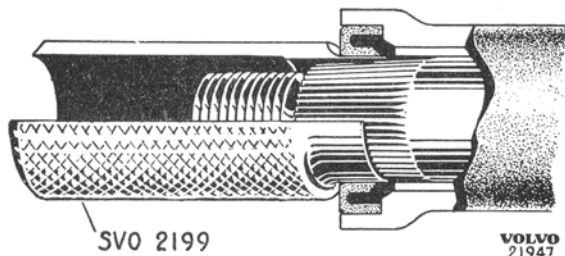

Bild 29. Montering av styraxel.
5. Pressa i tätningringen för styraxeln. Anbringa skyddshylsan SVO 2199 enligt bild 29 och montera styraxeln i styrsnäckshuset. Fyll några droppar olja vid justerskruven i styraxeln.